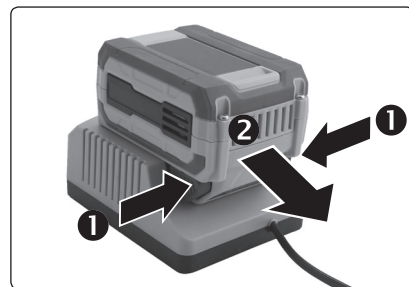

Abb. 4
- e) Trennen Sie nach dem Aufladen vom Akku zuerst das Netzkabel des Ladegeräts vom Stromnetz, und danach nehmen Sie den Akku aus dem Ladegerät heraus- siehe Abb. 4.
- ➔ Zum Entnehmen des Akkus aus der Akku-Schere gehen Sie wie bei der Entnahme aus dem Ladegerät vor, siehe Abb.4.